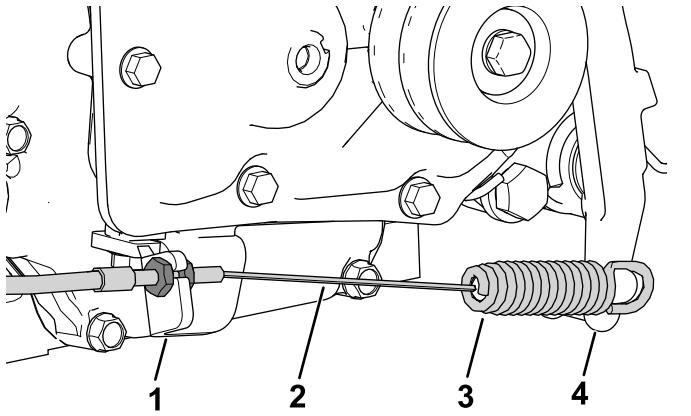

Bild 6
6. Befestigen Sie das Kupplungskabel an der Kupplungsplatte (Bild 6).
11. Befestigen Sie das Federende des Kupplungskabels am Kupplungshebel (Bild 6).